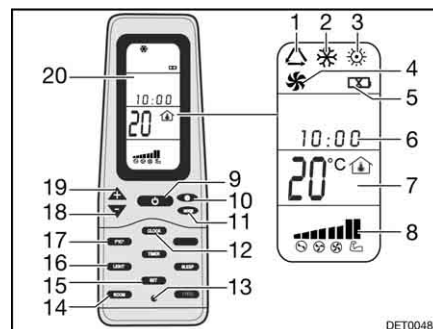

Bild 202 Fernbedienung
- Die Taste ON/OFF (Bild 202,9) drücken.
- Die Taste "Mode" (Bild 202,11) so oft drücken, bis die gewünschte Betriebsart (Bild 202,1, 2, 3 oder 4) auf dem Display (Bild 202,20) angezeigt wird.
- Mit den Tasten "+" (Bild 202,19) und "-" (Bild 202,18) die gewünschte Temperatur einstellen.
- Mit der Taste Lüftergeschwindigkeit (Bild 202,10) die gewünschte Lüfterstufe wählen.